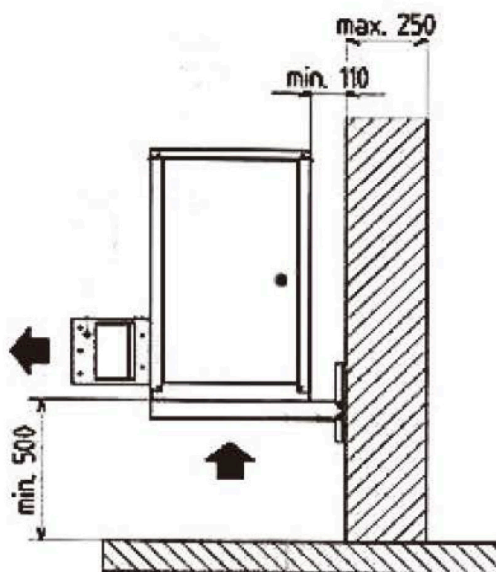

图 2
1. 空气分流器应当安装在加热器出风口处，以便在热空气离开加热器时为其提供方向。安装选项包括安装分流器，以便在两个 45 度的路径上广泛分布空气或将气流分布在一侧 45 度，一侧 90 度的方向，还可以将全部气流集中至 90 度的方向，以使热空气输送到更远的距离。见图 2。